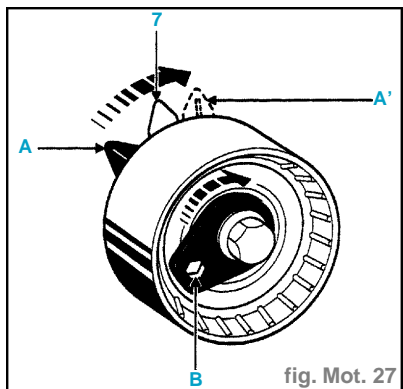

fig. Mot. 27
- faire dépasser l'index mobile (A') du galet tendeur de **7 à 8 mm** par rapport à l'index fixe (7), à l'aide d'une clé six pans de **6 mm** (en B) (fig. Mot.27),
- faire dépasser l'index mobile (**A'**) du galet tendeur de **7 à 8 mm** par rapport à l'index fixe (**7**) à l'aide d'une clé six pans de **6 mm** (en **B**) (fig. Mot. 27).